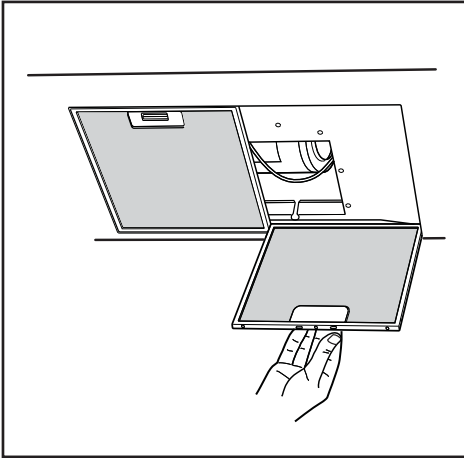

Fig.5
- Der Mindestabstand zwischen der Stellfläche für die Kochbehälter auf der Kochvorrichtung und dem unteren Teil der Abzugshaube muss mindestens 65 cm betragen. Falls ein Verbindungsrohr verwendet wird, das aus zwei oder mehr Teilen zusammengesetzt ist, muss der obere Teil über den unteren gestülpt werden. Auf keinen Fall darf das Abluftrohr der Küchenhaube an ein Rohr angeschlossen werden, in dem Warmluft zirkuliert oder das zur Entlüftung von Geräten verwendet wird, die an eine andere Energiequelle als an Strom angeschlossen sind. Vor der Durchführung der Montagevorgänge, den/die Fettfilter entfernen, damit sich das Gerät leichter handhaben läßt (Abb.5). Sollte das Gerät mit Abzugsvorrichtung montiert werden, bereiten Sie eine Luftabzugsöffnung vor.